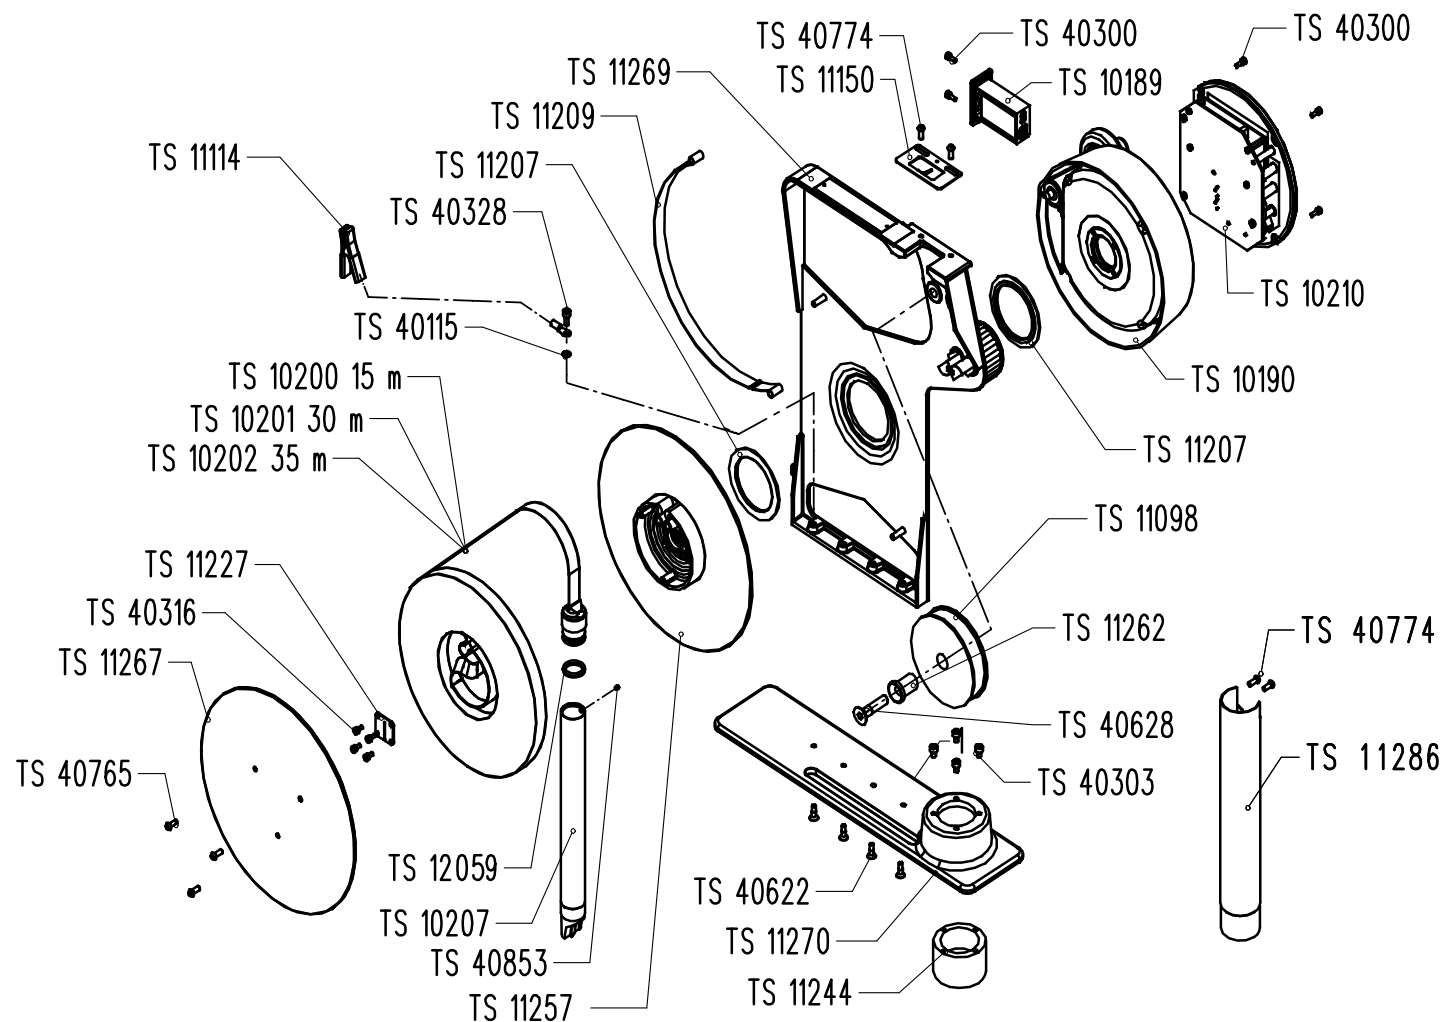

Figure 11-2 : ensemble HERMetric UTImeter Otex Chem version, liste des pièces de rechange principales
- Figure 11-2 : ensemble HERMetric UTImeter Otex Chem version, liste des pièces de rechange principales